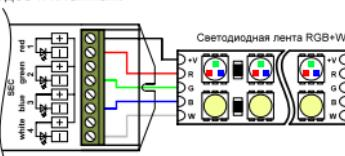
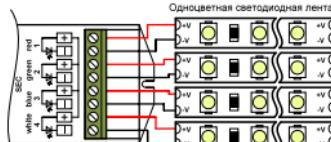

Рис.2. Подключение светоиздийной ленты RGBW
Рис.5. Подключение однокрасочной светоиздийной ленты
- Согласно используемой схеме (Рис.2. - Рис.5.), подключите светоиздийную ленту или другой совместимый светоиздийный источник света к выходу SEC контроллера. Соблюдайте полярность и порядок подключения проводов к клеммам.